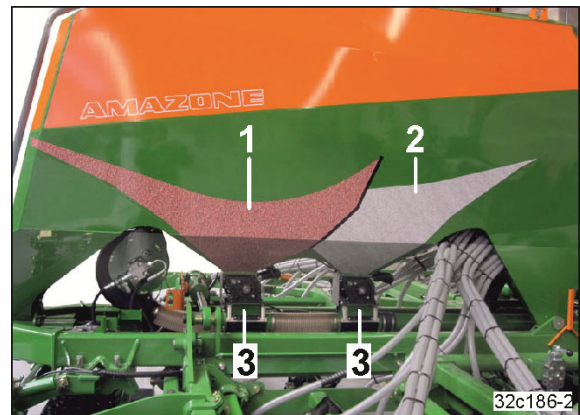

Fig. 52
- Kammer 1 (Fig. 52/1) zum Mitführen von Saatgut.
- Kammer 2 (Fig. 52/2) wahlweise zum Mitführen von Dünger oder Saatgut.
Die Dosierer (Fig. 52/3) sind hintereinander angeordnet.